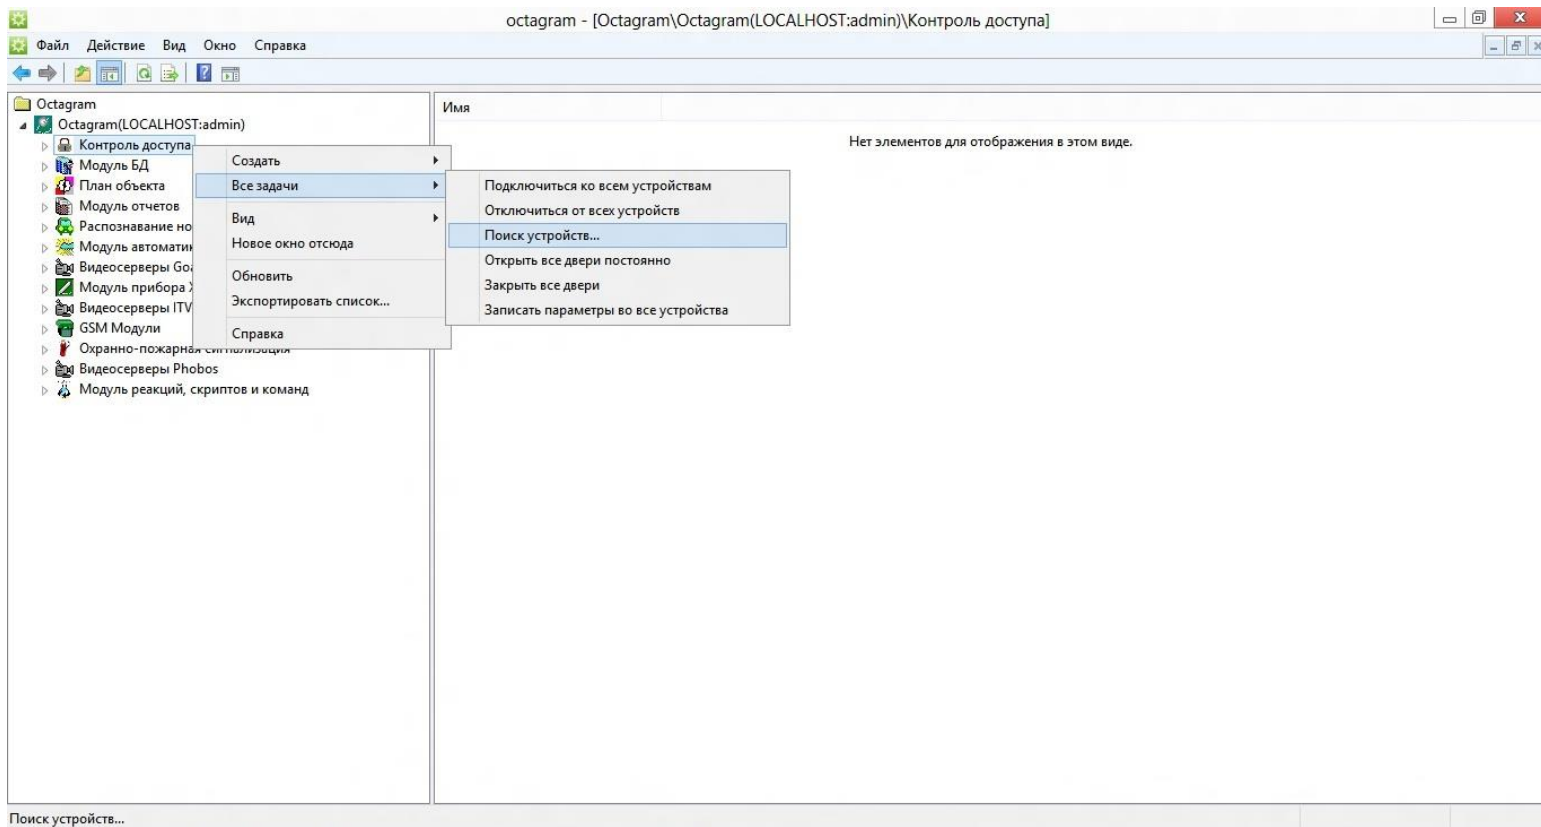

Рисунок 6
- Запустите ПО Octagram Flex. В дереве компонент программы выделите пункт Контроль доступа. В контекстном меню (вызывается правой кнопкой мыши) выберите **Все задачи/Поиск устройств** (см. Рисунок 6).